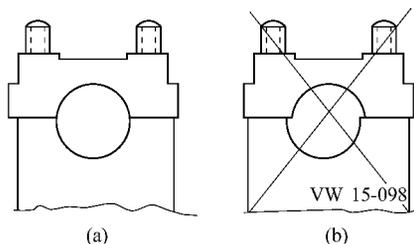

图 4 - 14 凸轮轴轴承盖安装位置
(1) 安装凸轮轴时,第一缸凸轮必须朝上。安装前放上轴承盖,确定安装位置(要注意孔的上下两半部对准,如图 4 - 14 所示)。凸轮轴转动时,曲轴不可置于上止点位置,否则会损坏气门和活塞顶部。